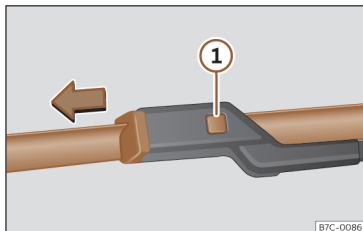

Fig. 209 Substituição das escovas do limpa-vidros.
- Mantenha pressionado o botão de desbloqueio >>> **Fig. 209** ① puxando ligeiramente pela escova no sentido da seta.